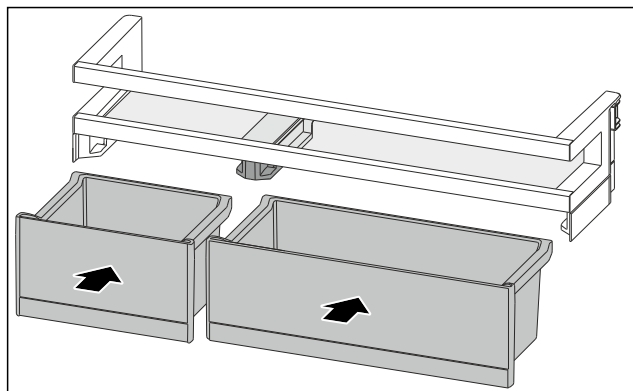

Fig. 159
- Umetnite kutije VarioBox izmijenjenim redoslijedom. (pogledajte Fig. 159)